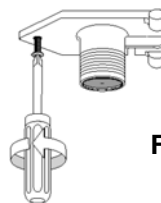

Fig. 5
2. Rimuovere la vite di fissaggio del Connettore Rapido dei Cavi posto sulla base dell'apparecchio. (Fig.5)